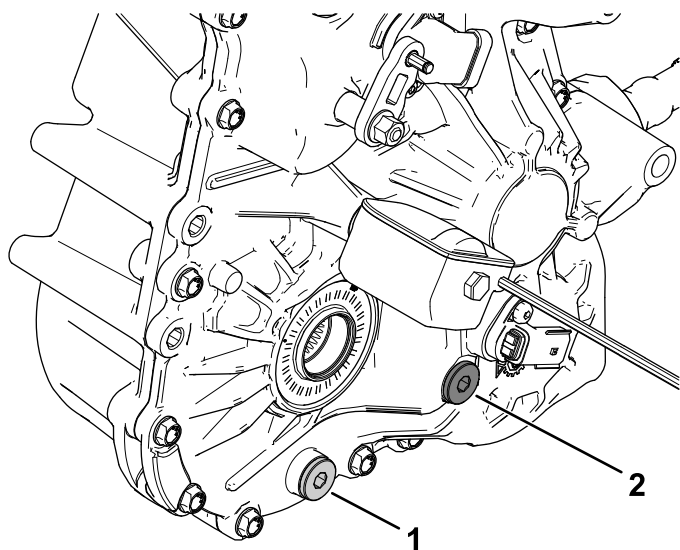

Figura 52
4. Retire el tapón de llenado del transeje (Figura 52).
5. Si el nivel de fluido es bajo, retire el tapón de llenado y añada el fluido especificado hasta que salga del orificio (Figura 52).
1. Coloque un recipiente debajo del tapón de vaciado (Figura 52).
2. Retire el tapón de llenado (Figura 52).
3. Retire el tapón de vaciado y deje que el aceite se drene completamente (Figura 52).